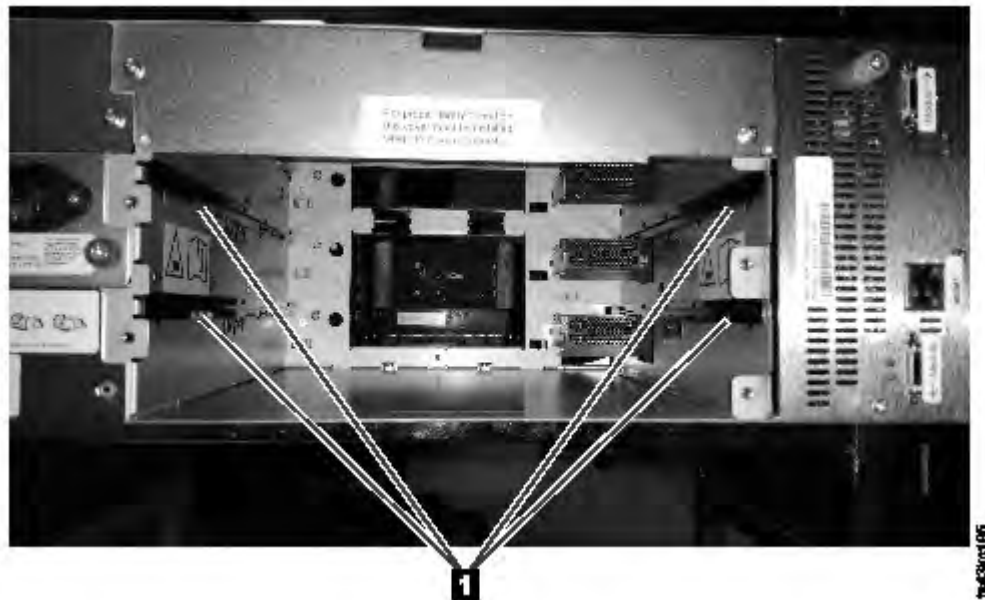

Figura 68. Rieles de alineación
2. Alinee e inserte lentamente la nueva unidad de cintas en la bahía de la unidad a lo largo de los rieles de alineación (1 en Figura 68 en la página 166) mientras el conjunto de unidad está soportado. La unidad de cintas debe desecharse con el panel posterior de la biblioteca.